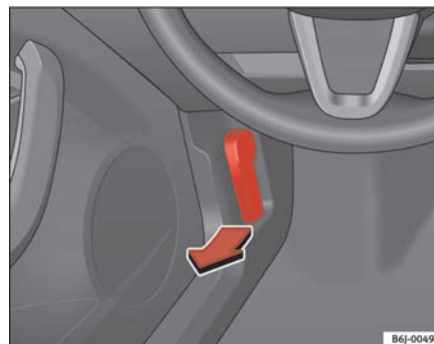

Fig. 123 Manípulo de abertura do capô do motor
- Puxe a alavanca que se encontra por baixo do painel de instrumentos ⇒ **fig. 123** no sentido indicado pela seta. O capô fica destrancado pela acção da mola ⇒ .